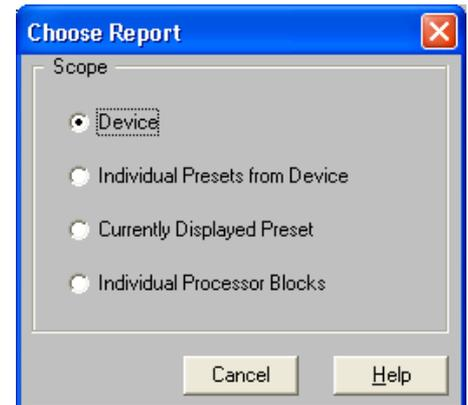

FIGURA 10-1: Cuadro de diálogo "Choose Report"
2. Se visualiza el cuadro de diálogo "Choose Report" (seleccionar informe), como se ilustra a la derecha en la Figura 10-1.